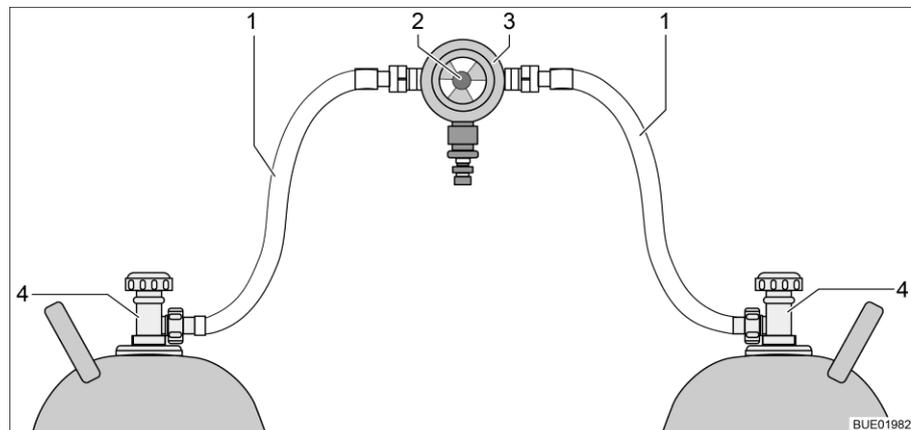
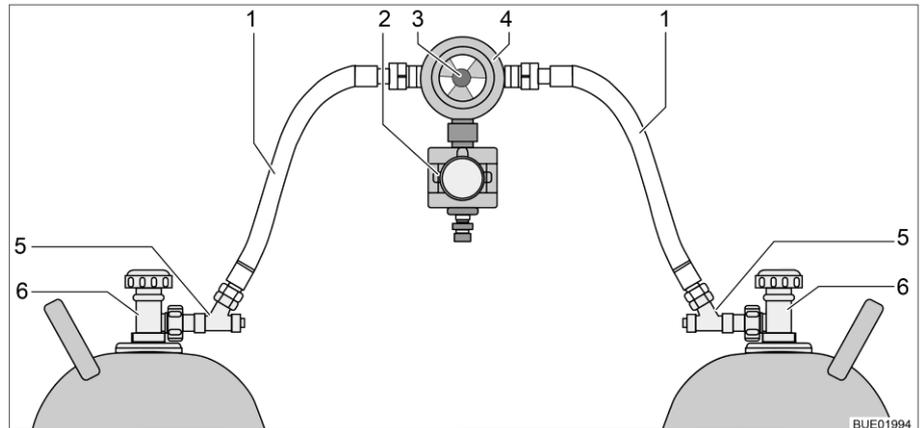

Fig. 89 Instalación de conmutación de bombonas de gas
Fig. 90 Instalación de conmutación de bombonas de gas con CPU
La instalación de conmutación de bombonas de gas consiste de un regulador de presión de gas combinado, con válvula selectora e indicador (Fig. 89,3). La instalación de conmutación de bombonas de gas está montada entre las dos gommas del gas (Fig. 89,1).
La instalación de conmutación de bombonas de gas consiste de un regulador de presión de gas combinado, con válvula selectora e indicador (Fig. 90,4) y una electroválvula (Fig. 90,2). En caso de una frenada a fondo, un accidente o una extrema posición inclinada, la electroválvula bloquea el suministro de gas al vehículo. La instalación de conmutación de bombonas de gas está montada entre las dos gomas del gas (Fig. 90,1) con dispositivos de seguridad en caso de rotura de manguera (Fig. 90,5).
Con el botón giratorio (Fig. 89,2 ó bien Fig. 90,3) en la instalación de conmutación de bombonas de gas se puede determinar cuál de las bombonas de gas se utilizará como bombona de servicio y cuál bombona de gas como bombona de reserva.
En la unidad de mando (Fig. 91) únicamente pueden conmutarse las funciones eléctricas. Las llaves de paso principales de las bombonas de gas (Fig. 89,4 ó bien Fig. 90,6) deben abrirse y cerrarse a mano.
- Abrir las llaves de paso principales en las bombonas de gas (Fig. 89,4 ó bien Fig. 90,6).
- Pulsar los dispositivos de seguridad en caso de rotura de manguera (Fig. 90,5), uno tras otro, por 10 segundos.
- Con el botón giratorio (Fig. 89,2 ó bien Fig. 90,3) en la instalación de conmutación, seleccionar la bombona de gas de la que habrá de tomarse el gas con prioridad (bombona de servicio). Girar el botón giratorio siempre hasta el tope.
- Cerrar las llaves de paso principales en las bombonas de gas (Fig. 89,4 ó Fig. 90,6).